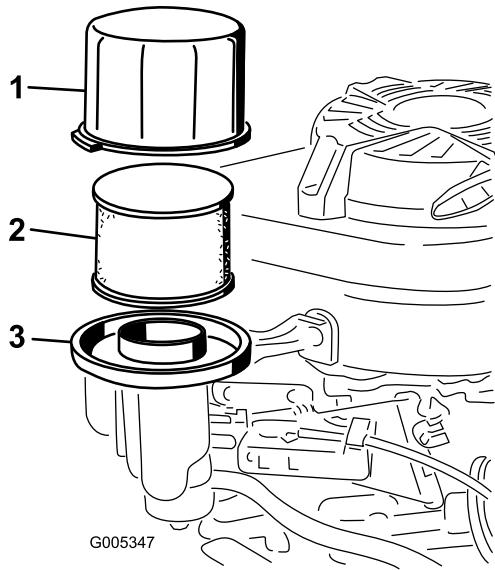

Figura 22
3. Retire la tapa y límpiala a fondo (Figura 22).
4. Retire e inspeccione el filtro de aire de papel (Figura 22), y deséchelo si está excesivamente sucio.
5. Retire el pre-limiador de gomaespuma y lávelo con un detergente suave y agua, luego séquelo apretando suavemente con un paño (Figura 22).